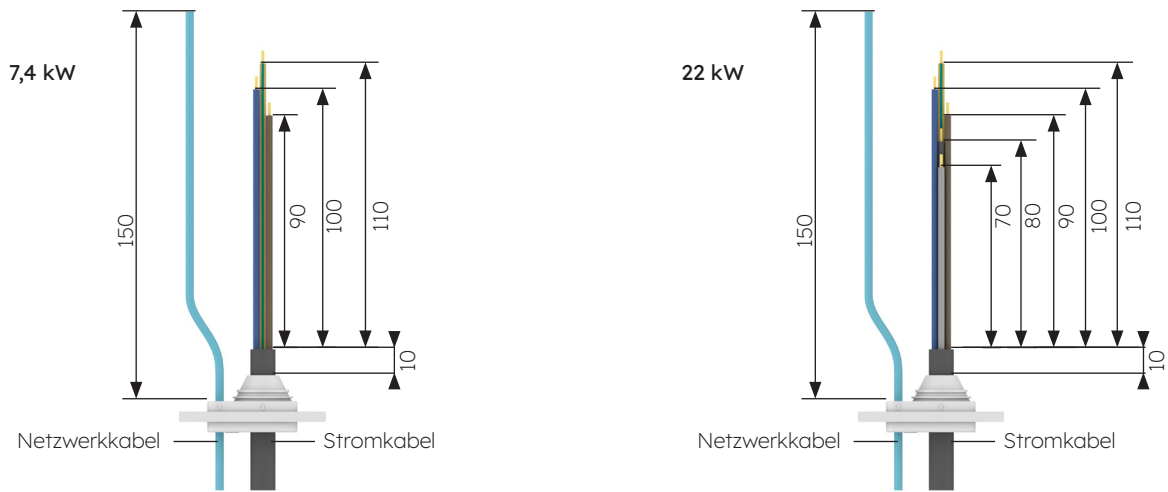

Abb. 6 Kabeleinführungslänge (Einheit: mm)
- 4 Prüfe die Kabeleinführungslänge und die Abisolierlänge gemäß den Vorgaben in Abb. 6. Beim Stromkabel handelt es sich um ein flexibles Kabel, das mit einer Ringklemme gecrimpt werden muss. Als Netzkabel können CAT5- oder CAT6-Kabel verwendet werden. Das Netzkabel wird mit dem Netzkabelstecker gecrimpt.